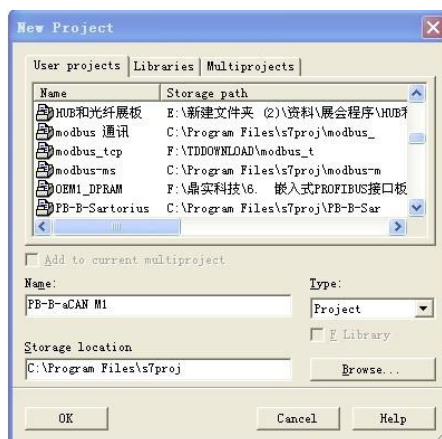

图 4-1
- (1) 新建一个项目：打开 STEP7 新建一个项目，File→New, 键入项目文件名：PB-B-aCAN M1, →OK, 见如图 4-1 所示